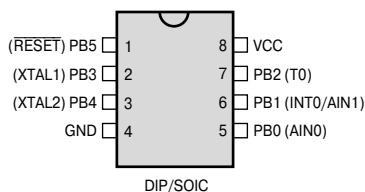

Рис. 1.2. Расположение выводов (вид сверху) моделей ATtiny11/11L
- ATtiny11, ATtiny11L (**Рис. 1.2**) — имеют FLASH-память программ объемом 1 Кбайт;